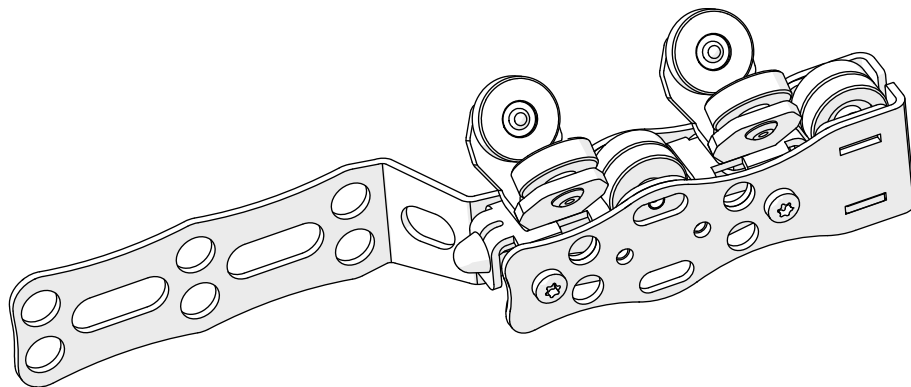

Abb. 55: Abgeschlossener Umbau – Zugwagen mit Überzugbügel einseitig
- ✓ Der Zugwagen ist fertig montiert (siehe Abb. 55).